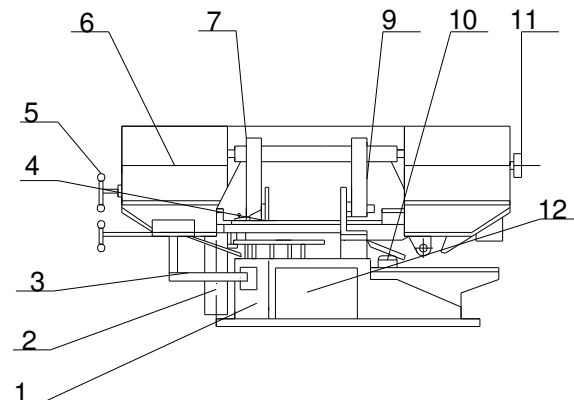

Рис.2
4.1.ОРГАНЫ УПРАВЛЕНИЯ-Рис.3/Рис.2
Спецификация к рис.2